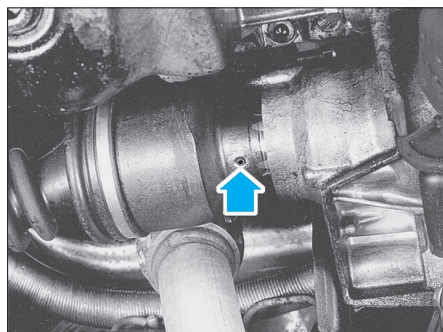

Fig. 2
- la goupille (flèche) à l'aide d'un chasse-goupille (Fig.2),